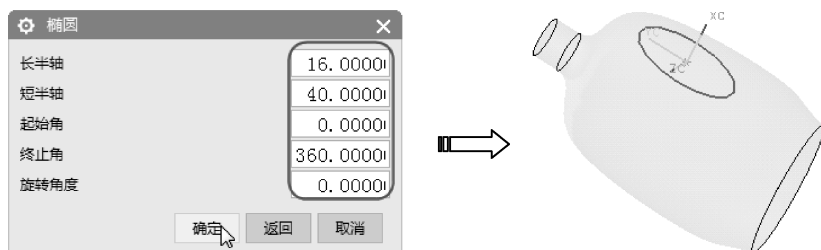

图 5-65 创建出第 1 个椭圆
- 在【椭圆】对话框中输入【长半轴】的值为 16，【短半轴】的值为 40。保留其余参数的默认值，然后单击【确定】按钮，创建出椭圆，如图 5-65 所示。